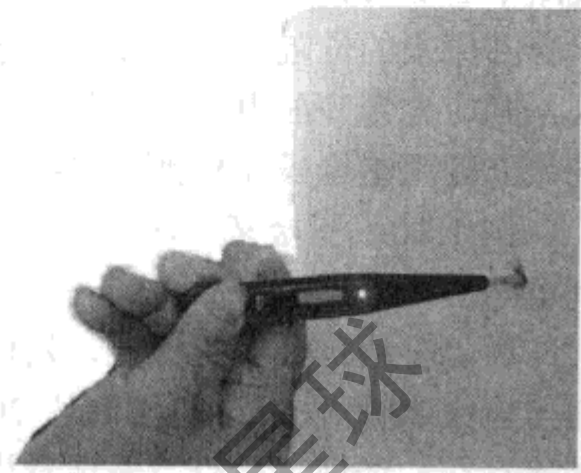

图 1-32 墙壁带电
**例 1.7** 刘某新建一处居室，墙壁还未干透即开始安装室内照明线路，各室内的照明线路及插座均用槽板敷设。安装完毕后送电，发现墙壁带电，如图 1-32 所示。